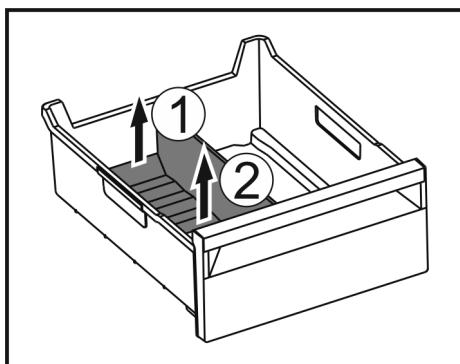

Fig. 116
- Hinteren Teil des Eisfach-Trenners anheben. Fig. 116 (1)
- Eisfach-Trenner nach oben entnehmen. Fig. 116 (2)